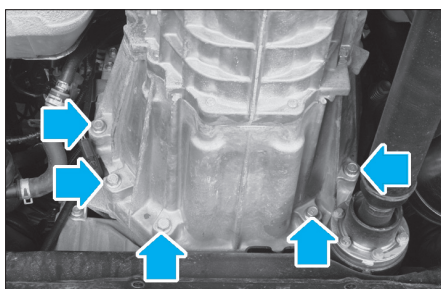

FIG. 10
- les écrous de fixation de la boîte de vitesses (Fig.10).